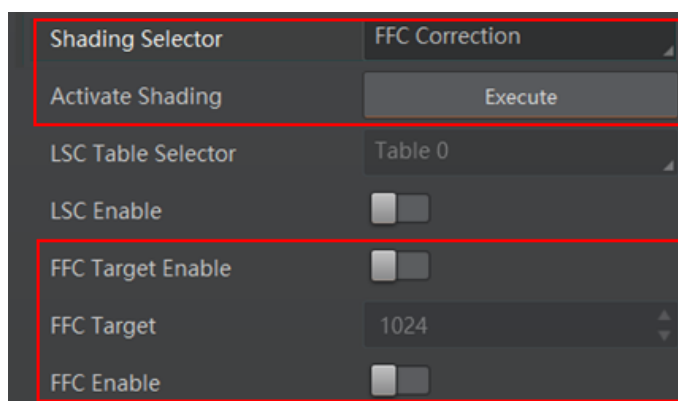

图7-43 FFC 校正
1. *Shading Selector* 参数选择 *FFC Correction*，如图 7-43 所示。